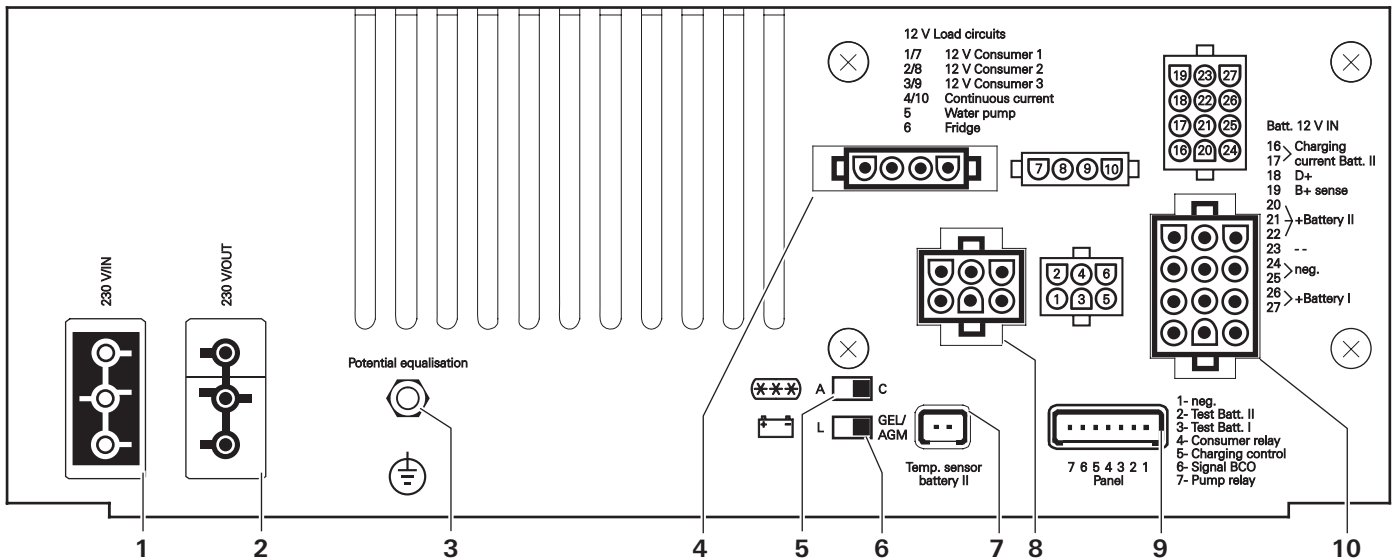

Bild 4: Gerätevorderseite / Anschlüsse
Die Ausgänge zu den Verbrauchern (Bild 4, Pos. 4 und 8, Kontakt 1 bis 3 und 7 bis 9) führen nur dann +12 V, wenn das Verbraucher-Relais durchgeschaltet hat. Das Verbraucher-Relais schaltet erst durch, wenn +12 V Steuerspannung am Kontakt Nr. 4 des 7-poligen Steckers anliegt. Die Verbraucherstromkreise 1 / 7 und 2 / 8 sind mit je einer 10 A Sicherung, die Verbraucherstromkreise 3 / 9 sind mit einer 15 A Sicherung abgesichert.
Die Frischwasserpumpe (Kontakt 5) wird über das Pumpen-Relais versorgt. Sie ist mit einer 5 A Sicherung abgesichert. Die Steuerung dieses Stromkreises erfolgt von Ihrem Panel über den Kontakt Nr. 7 des 7-poligen Steckers (Bild 4, Pos. 9).
Umschalter (Bild 4, Pos. 5) in Stellung A – Absorberbetrieb. Bei laufendem Motor wird der Kühlschrank über die Lichtmaschine des Fahrzeuges versorgt. Das Kühlschrank-Relais trennt nach Abstellen des Motors den Kühlschrank von der Versorgungsbatterie. Die Ansteuerung erfolgt über die Leitung vom D+ der Lichtmaschine. Ein Betrieb des Kühlschranks mit 12 V ist somit nur während der Fahrt möglich. Bei Standpausen kann der Kühlschrank nur mit Gas oder Netzspannung betrieben werden. Eine Entleerung der Versorgungsbatterie ist somit ausgeschlossen. Dieser Stromkreis (Kontakt 6) ist mit einer Sicherung von 15 A abgesichert.
Umschalter (Bild 4, Pos. 5) in Stellung C – Kompressorbetrieb. Der Kühlschrank wird über Dauerplus versorgt, wenn der Hauptschalter auf dem Panel eingeschaltet ist.
Wird die Elektroversorgung zusammen mit einem Temperatursensoren (Bild 4, Pos. 7) für die Versorgungsbatterie (Batterie II) betrieben, so regelt die Elektroversorgung die Ladespannung automatisch in Abhängigkeit der Batterietemperatur. Hierdurch wird eine besonders effektive und schonende Ladung der Batterie erreicht. Ohne Verwendung eines Temperatursensoren regelt die Elektroversorgung den Ladevorgang wie bei einer Batterietemperatur von 20 °C. Siehe auch Abschnitt Ladevorgang und Technische Daten.
Mit diesem Umschalter (Bild 4, Pos. 6) wird die Elektroversorgung für die verwendete Batterieart, AGM / Gel-Batterie oder Flüssigelektrolytbatterie (L) eingestellt. Dies wirkt sich auf das Laden in der Nachladephase aus. Siehe auch Abschnitt Ladevorgang und Technische Daten.